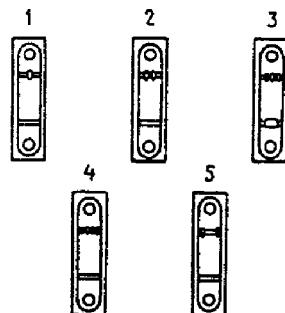

Fig. 2-13. Marcas das capas da árvore de manivelas
4. Instalar as metades inferiores dos casquilhos nas capas, e instalar as capas no bloco dos cilindros, observando as posições verificadas quando da desmontagem, e as marcas de identificação existentes nas capas (fig. 2-13).